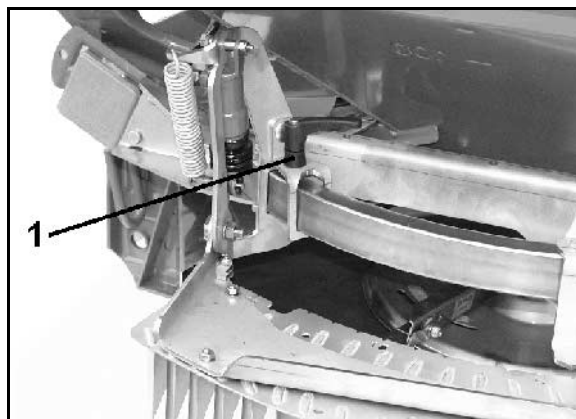

Рис. 73
1. Для этого освободите зажимной рычаг (Рис. 73/1).